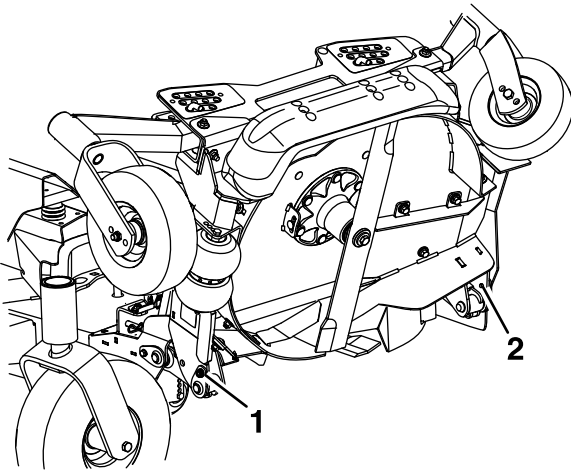
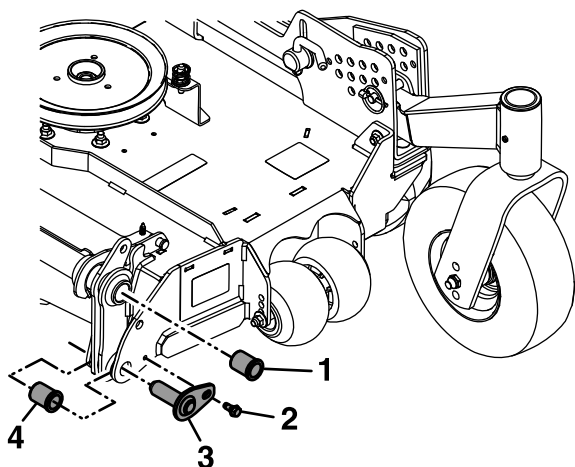

Figura 83
Figura 86
7. Afloje los pernos que fijan los pasadores de giro superiores a la carcasa, pero **no retire** los pernos (Figura 83).
14. Retire los bujes con brida de los puntos de giro superiores y limpie el orificio (Figura 86).
18. Retire y guarde los pernos de los puntos de giro inferiores (Figura 83 y Figura 86).